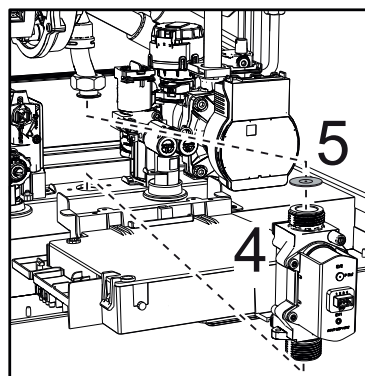

fig. 55 -
- Extraer la válvula de gas "4" y el diafragma gas "5" ("fig. 55 -").